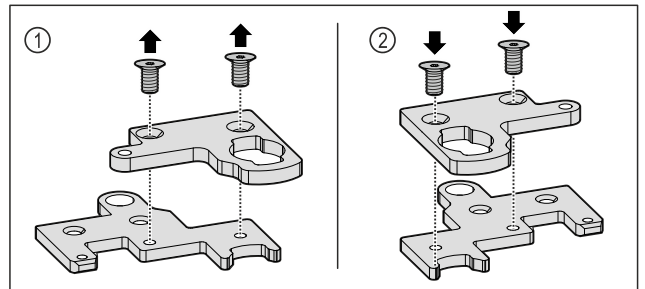

Fig. 31
- ▶ Zweiteiligen Scharnierwinkel auseinanderbauen. Fig. 31 (1)
- ▶ Zweiteiligen Scharnierwinkel um 180° gedreht wieder zusammenbauen. Fig. 31 (2)